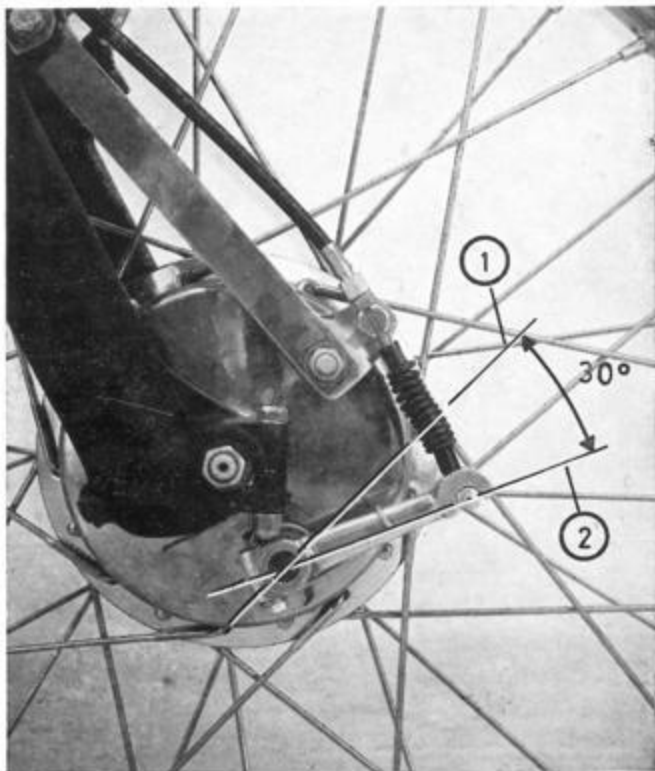

Fig. 22
3. **Ajuste de la palanca del freno.** Conforme se van gastando los forros de freno, la palanca va cambiando de posición en los sucesivos reglajes. Así llegará un momento en que el muelle quedará comprimido en exceso y perjudicará al frenado. Cuando así ocurra se procederá a cambiar la posición de la palanca girándola en unos grados (ver fig. 22). Fijar en esta posición con llave de 10 mm, y graduar como se ha dicho en los puntos 1 y 2.
3. **Réglage du levier de frein.** A mesure que les garnitures de frein s'usent, le levier change de position au cours des réglages successifs. Il arrivera donc un moment où le ressort sera trop comprimé et gênera le freinage. Lorsque cela se produira, on procédera à changer la position du levier en le faisant tourner de quelques degrés (voir fig. 22). Le bloquer dans sa nouvelle position avec une clef de 10 mm, et régler comme indiqué dans les paragraphes 1 et 2.
3. **Adjusting the Brake Arm.** According as the brake linings wear, the brake arm changes in position in successive adjustments. Thus it will arrive that the sprig will be excessively compressed and will affect braking. When so occurs, change the position of the brake arm by turning it a few degrees (see fig. 22). Secure in this position with a 10 mm wrench and set as indicated in paragraphs 1 and 2 above.